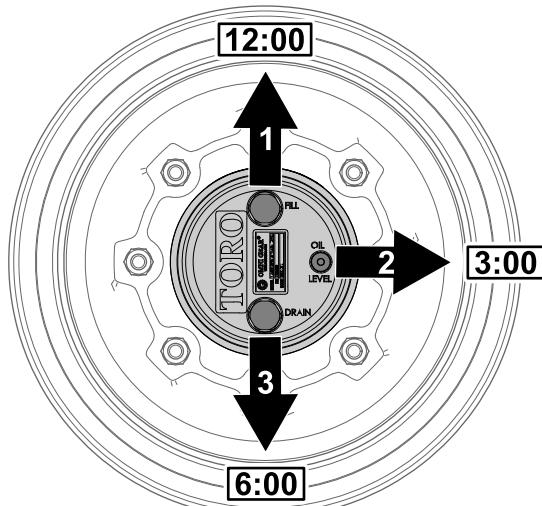

Figura 65
1. Zaparkujte stroj na rovném povrchu a umístěte kolo tak, aby se zátka plnicího otvoru nacházela v poloze 12 hodin, zátka kontrolního otvoru v poloze 3 hodin a vypouštěcí zátka v poloze 6 hodin (Figura 65).
- Demontujte zátku kontrolního otvoru nacházející se v poloze 3 hodin (Figura 65).
- Zaparkujte stroj na rovném povrchu a umístěte kolo tak, aby se zátka plnicího otvoru nacházela v poloze 12 hodin, zátku kontrolního otvoru v poloze 3 hodin a vypouštěcí zátku v poloze 6 hodin; viz Figura 65, část Kontrola oleje planetových převodů pohonu (página 60).